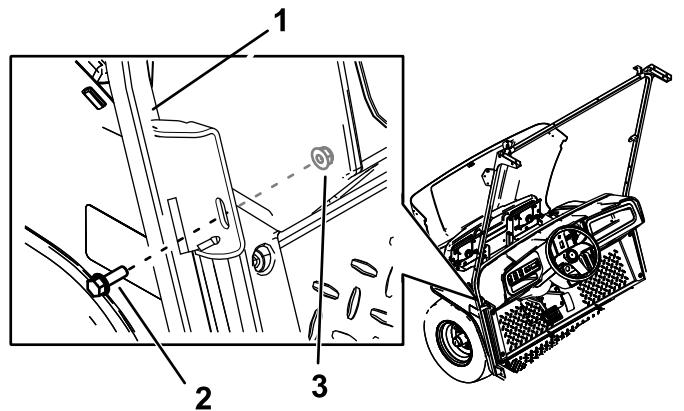

Рисунок 31
3. Прикрепите средние кронштейны левой и правой опор ветрового стекла к автомобилю с помощью 2 болтов с шестигранными фланцевыми головками (5/16 x 1 дюйм) и 2 гаек (5/16 дюйма), используя просверленные вами отверстия (Рисунок 31).